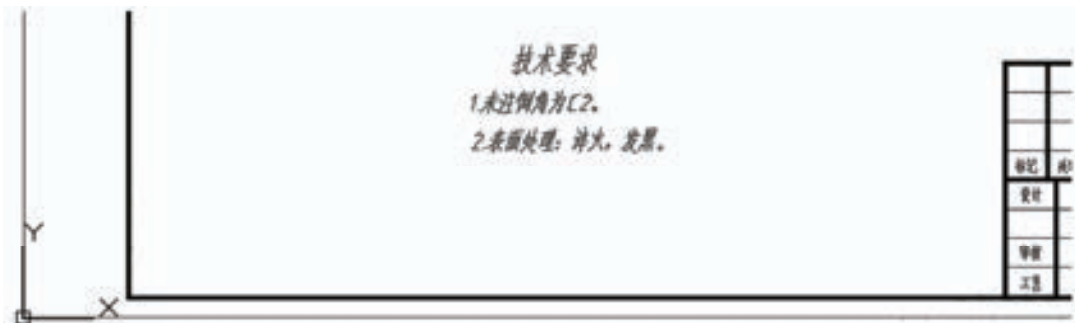

图 8-112 添加技术要求
33) 插入技术要求。单击“多行文字”按钮 **A**，在图 8-112 所示之处添加技术要求文本。